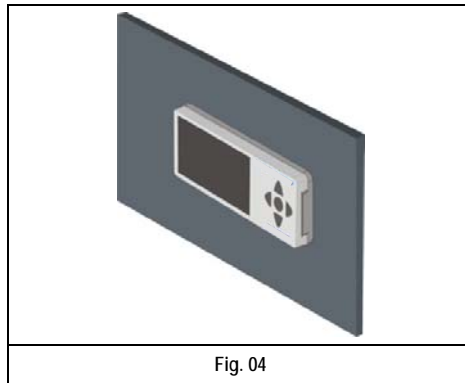

Fig. 04
4. Colocar a IHM no suporte. Cuidar para que fique bem encaixada! (Fig. 04)
4. Coloque la IHM en el soporte. Cuide para que quede ¡bien encajada! (Fig. 04)
4. Placez l'IHM dans le support. Soignez pour en faire un ajustement serré! (Fig. 04)
4. Attach the HMI to the base (Fig. 04).